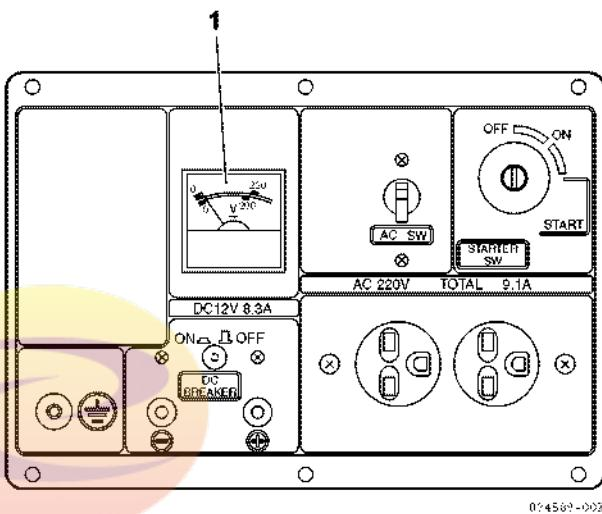
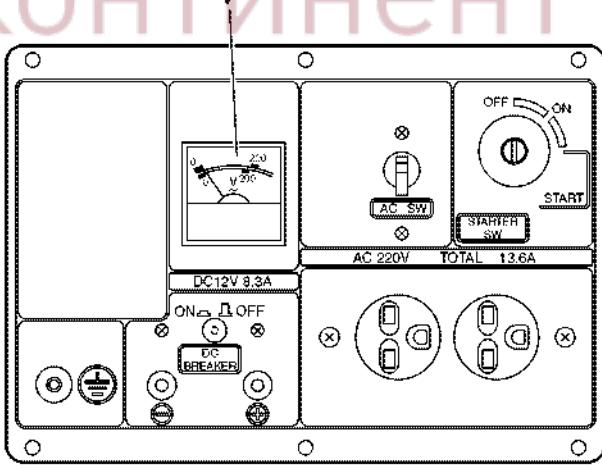
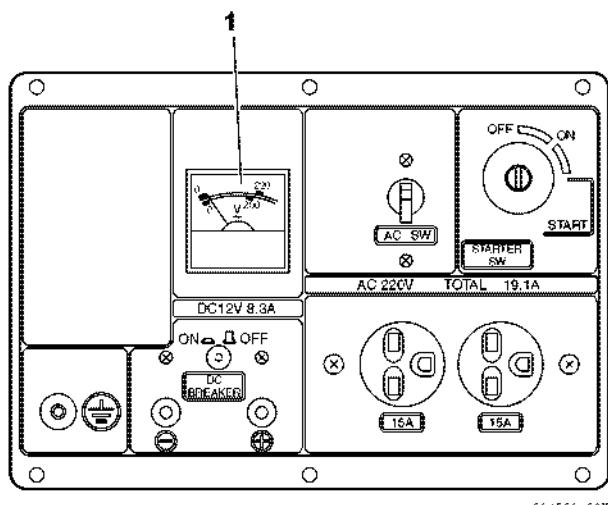
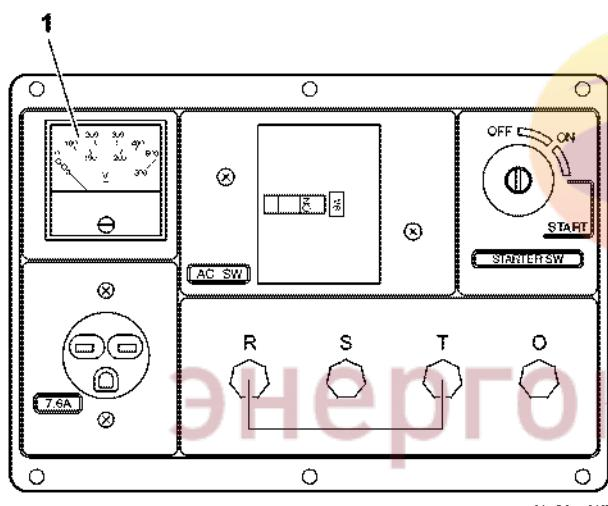

Рис. 59
Рис. 60
Рис. 61
Рис. 62
1. Заведите двигатель. См. *уск генератора на стр. 58*. Как только двигатель завелся, проверьте показания вольтметра (Рис. 59, (1)) или (Рис. 60, (1)) или (Рис. 61, (1)) или (Рис. 62, (1)) и убедитесь, что на выходе нужное напряжение. Если на вольтметре нулевые показания — ОСТАНОВИТЕ генератор; возможно генератор или вольтметр неисправен.